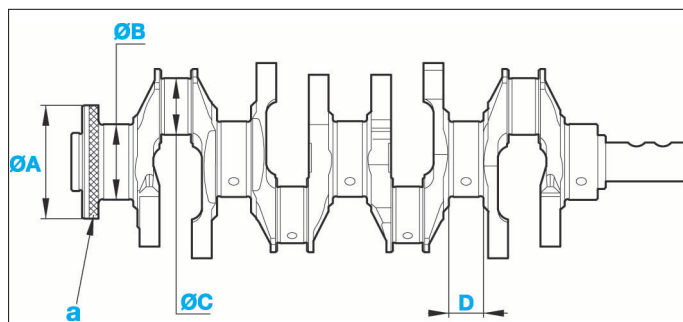

FIG. 6
Diamètre des tourillons (B) (mm) (Fig.6) :